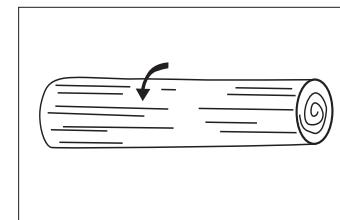

Рис. 20
1. В случая когато дънърът се намира върху опори по цялата си дължина, водете верижния трион отгоре надолу и едновременно с това внимавайте, веригата да не проникне в земята (рис. 20).